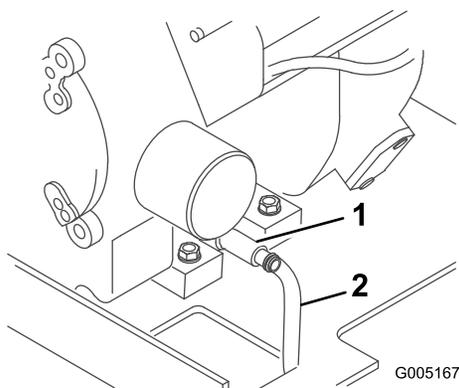

Рисунок 26
4. Наденьте один конец шланга на сливной клапан, а другой на поддон (Рисунок 26).
5. Откройте сливной клапан, поворачивая его против часовой стрелки и одновременно вытаскивая (Рисунок 26).